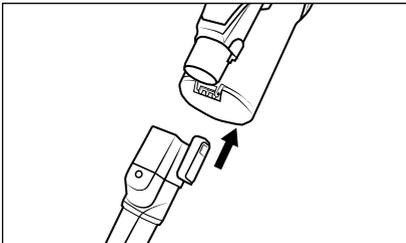

Fig. 14
- ♦ Sæt tilbehøret på sugerøret **24** eller produktets sugeåbning, indtil det klikker hørbart på plads (se fig. 14). Vær opmærksom på, at låsen har den rigtige stilling.